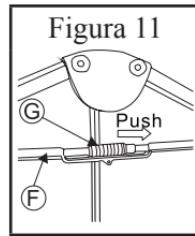

Figura 11
5. Empuje el tubo fijo (G) sobre el polo F () mediante la armonización de los puntos más destacados en el agujero de la tubería fijo (G) y el polo (F). (Figura 11)